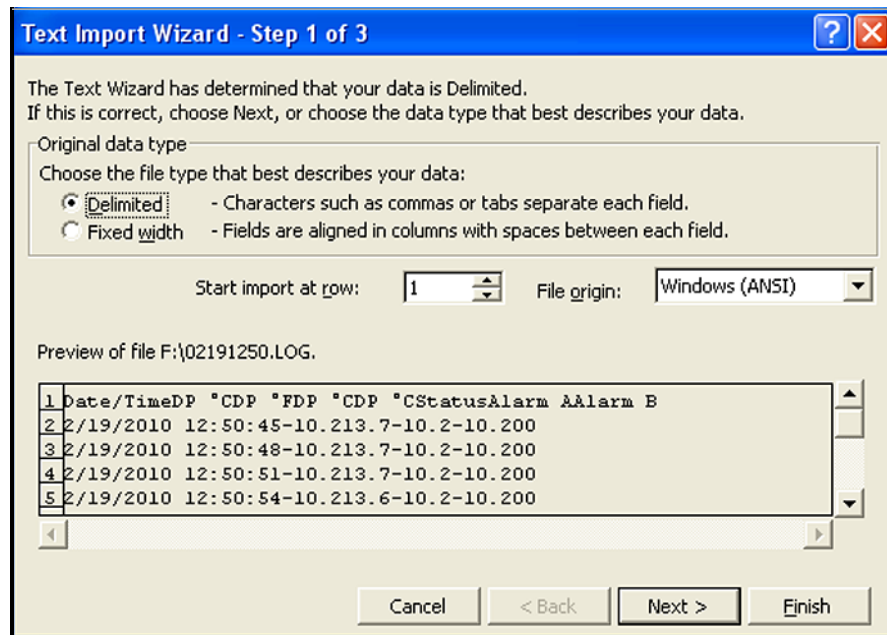

Figure 59: Import-Assistent von Microsoft Excel – Schritt 1
1. Stellen Sie sicher, dass der Dateityp auf *Alle Dateien* gesetzt ist und öffnen Sie die ausgewählte Protokolldatei, indem Sie auf den Dateinamen doppelklicken. Daraufhin wird ein Fenster wie in *Figure 59* unten geöffnet.